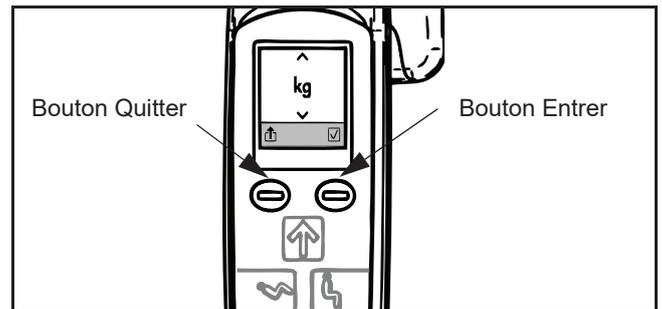

Fig. 64
- 5) Appuyer sur le bouton de sauvegarde s'il faut mettre le poids net en mémoire. Des barres horizontales s'affichent au-dessus et au-dessous des chiffres à l'écran pour indiquer que la fonction de sauvegarde est activée. La fonction de « Sauvegarde » restera active jusqu'à ce que le bouton de sauvegarde soit à nouveau enfoncé (voir fig. 64).